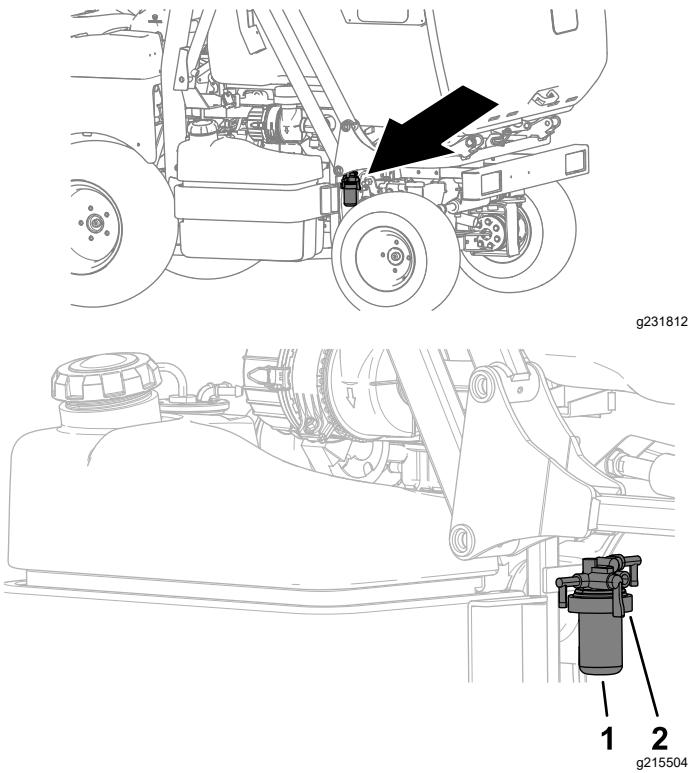

Figura 69
1. Pulite le superfici circostanti la testa del filtro del carburante (Figura 69).